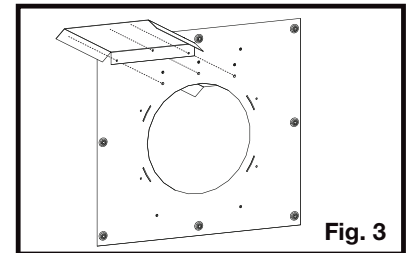

Fig. 3
3. Installez l'autre écran protecteur sur l'autre côté de l'espaceur coupe-feu (Figure 3).